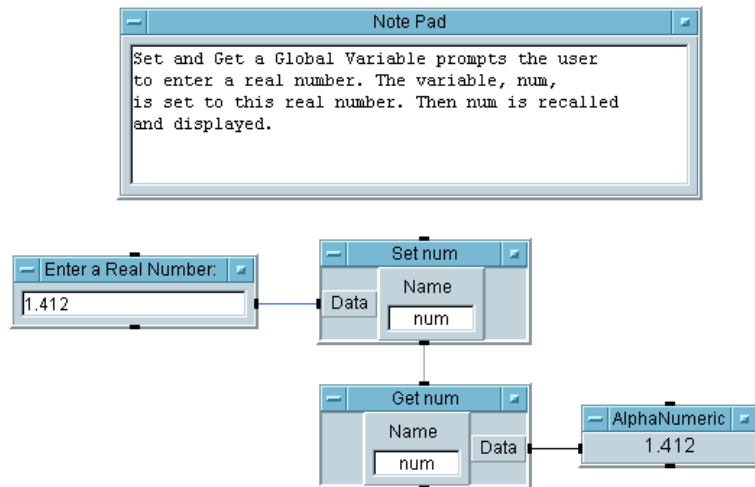

図 2-33. グローバル変数の設定と表示
10. 実数を入力してツールバーの [Run] ボタンをクリックします。プログラムは図 2-33 のようになります。